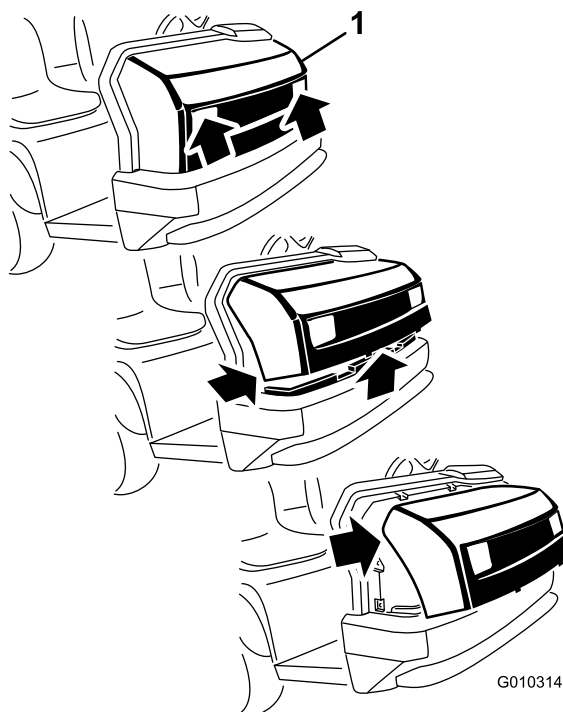

Figura 37
1. Afferrate il cofano dalle aperture dei fari, sollevatelo per sganciare le linguette di montaggio inferiori dalle fessure del telaio (Figura 37).
2. Ruotate verso l'alto la parte inferiore del cofano in modo da estrarre le linguette di montaggio superiori dalle fessure del telaio (Figura 37).
3. Ruotate in avanti la parte superiore del cofano e staccate i connettori a filo dai fari (Figura 37).